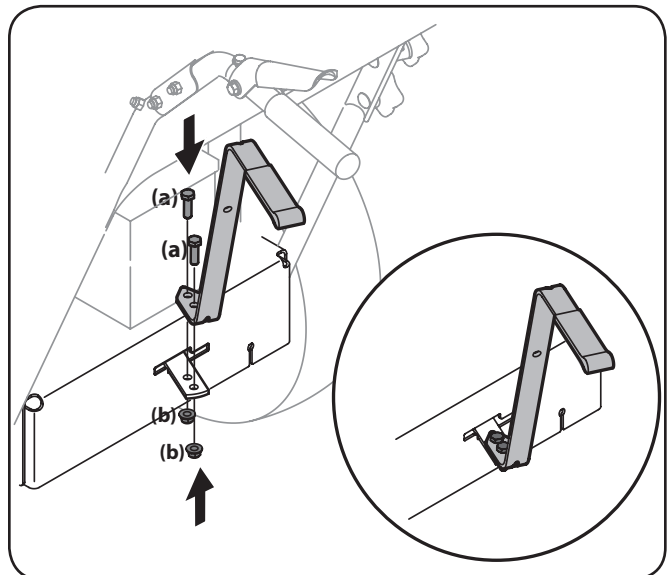

Figure 3-6
3. Placez le levier de changement de vitesse à la position verticale, puis alignez les trous du levier sur les trous de la plaque. Voir Figure 3-6.
4. Fixez le levier de changement de vitesse sur la plaque avec les deux boulons (a) et les deux écrous (b) retirés aux étapes 1 et 2. Voir l'encadré de la page Figure 3-6.